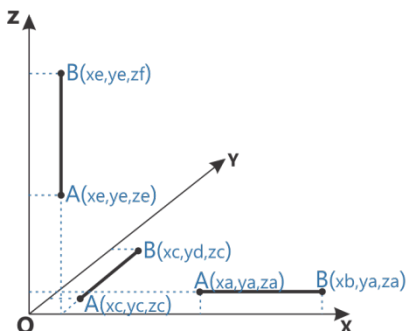

Figura 2.1 Mișcare liniară pe o singură axă
- mișcare liniară pe o singură axă (vezi figura 2.1);